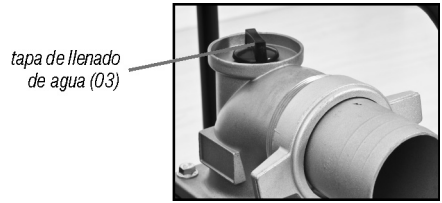

Fig. 28 – Retirando la tapa de llenado de agua
- e. Retire la tapa de llenado de agua (fig. 28);
h. Cierre la tapa de llenado de agua (fig. 28);